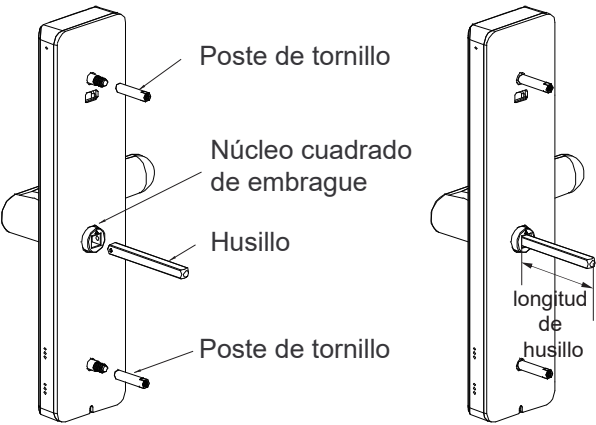
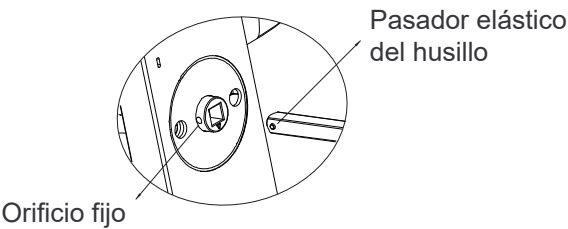

Figura 1
Figura 2
4) Instale los dos pernos roscados firmemente en la parte posterior del panel exterior, luego inserte el eje en el núcleo cuadrado del embrague con el pasador de resorte instalado para asegurar el eje en su lugar. Véase la Figura 1 y Figura 2 a continuación.